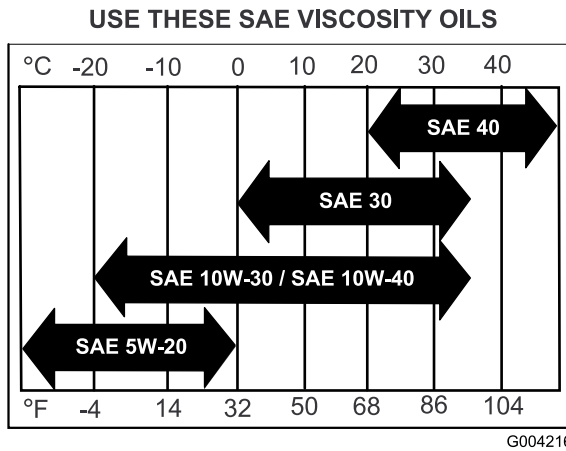

Figura 25
**Viscosidad:** Consulte la tabla (Figura 25).